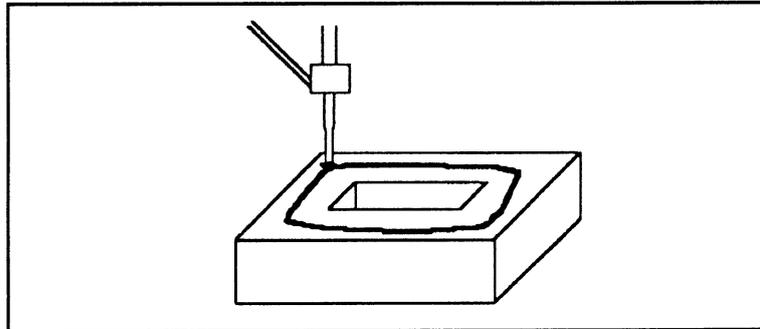

図7-33 ワークの上面周囲に接着剤等を塗布するような作業例
- ①動作経路をMV・MVSコマンドを多く使用してティーチングしたいとき（図7-33参照）